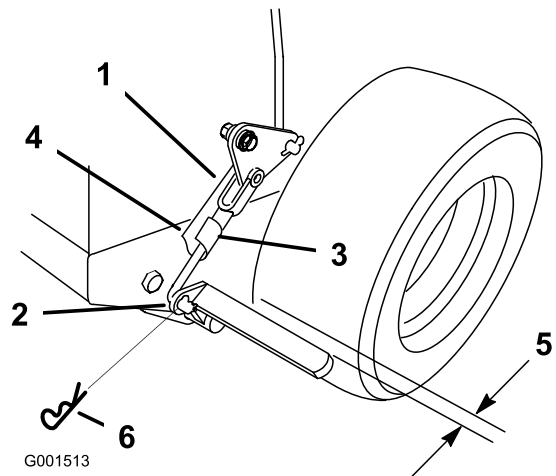

Figure 48
3. Enlevez la goupille fendue élastique de la biellette de frein inférieure (Figure 48).
stationnement; tournez la biellette de frein dans le sens antihoraire hors de la chape pour desserrer le frein de stationnement (Figure 48).
Remarque: Un espace d'environ 6 mm (1/4 po) doit exister entre le pneu et la barre plate lorsque le frein de stationnement est desserré (Figure 48).
5. Fixez la biellette inférieure au levier de frein inférieur avec la goupille fendue et l'axe de chape (Figure 48).